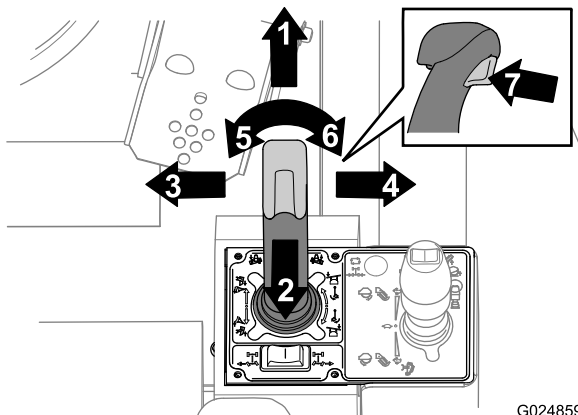
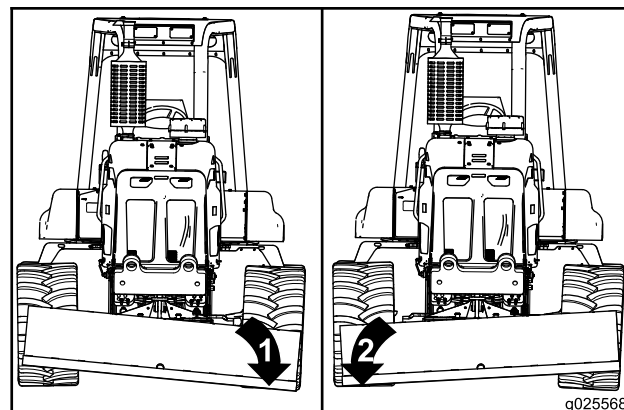
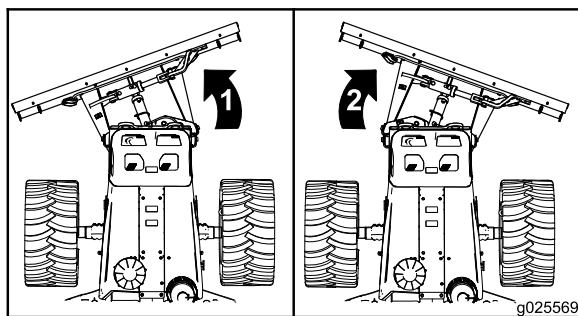

Figura 48
Figura 51
Figura 52
Use la hoja de relleno para volver a introducir los restos en la zanja. Se controla la hoja de relleno con el joystick de la hoja de relleno/arado vibratorio. Utilice el joystick, el gatillo y el interruptor de pulgar según se muestra en Figura 48.
- Para inclinar la hoja de relleno hacia abajo en el lado izquierdo: mueva el joystick a la izquierda (hacia usted) (Figura 48 y Figura 51).
- Para inclinar la hoja de relleno hacia abajo en el lado derecho: mueva el joystick a la derecha (alejándolo) (Figura 48 y Figura 52).
- Para girar la hoja de relleno a la izquierda: presione la parte izquierda del mando del pulgar (Figura 52).
- Para girar la hoja de relleno a la derecha: presione la parte derecha del mando del pulgar (Figura 52).
- Para mantener la posición de la hoja de relleno: mantenga el joystick en la posición de Mantenimiento (punto muerto) (Figura 48).
- Para flotar la hoja de relleno: apriete el gatillo (Figura 48).